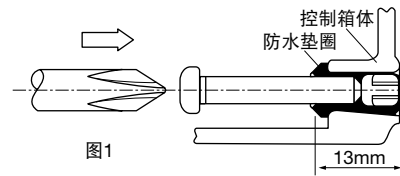

图1
1. 将螺丝(M4)插入到箱体四角的安装孔中的防水垫圈中, 用螺丝刀等敲打, 螺丝即可穿通防水垫圈。(图 1)